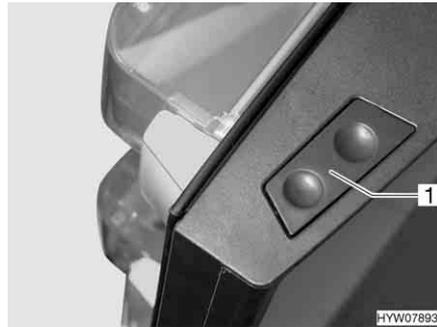

Fig. 180 Tasto di sblocco della porta del frigorifero (serie Dometic 8)
**Apertura:** ■ Premere il tasto di sblocco (Fig. 180,1) e aprire la porta del frigorifero.